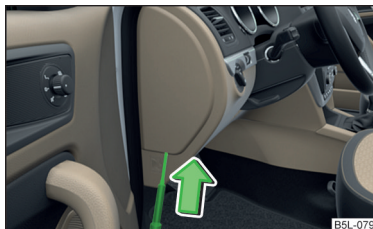

Fig. 193
- Insérez un tournevis à bout plat dans l'ouverture du cache dans le sens de la flèche » fig. 193.